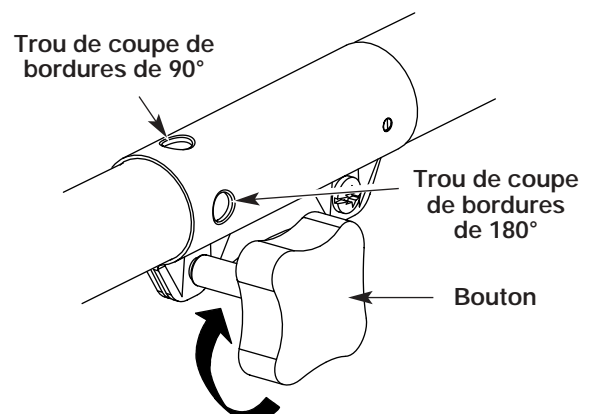

Fig. 11
3. Serrez le bouton en le tournant à droite (Fig. 11).
Pour couper les bordures à l'aide de la tête d'accessoire de coupe sur les modèle EZ-Link^{MD}, verrouillez le bouton de déclenchement de l'accessoire de coupe dans le trou de 90° ou de 180° (Fig. 11).